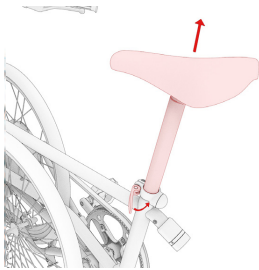

Abb. 1.5
- ⑥ Öffnen Sie den Schnellspanner an der Sattelstützenklemme (Abb. 1.5) und ziehen Sie die Sattelstütze so weit heraus bis das untere Ende nicht mehr aus dem Sitzrohr ragt und der Sattel Ihre gewünschte Sitzposition erreicht hat.